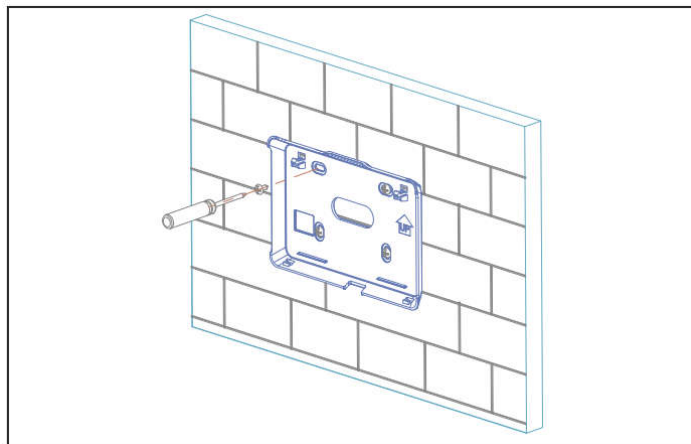

Abb. 3: Rückplatte an der Wand befestigen
3.1.2 Befestigen Sie die Rückplatte an der Wand mit Schrauben. Siehe Abb. 3.